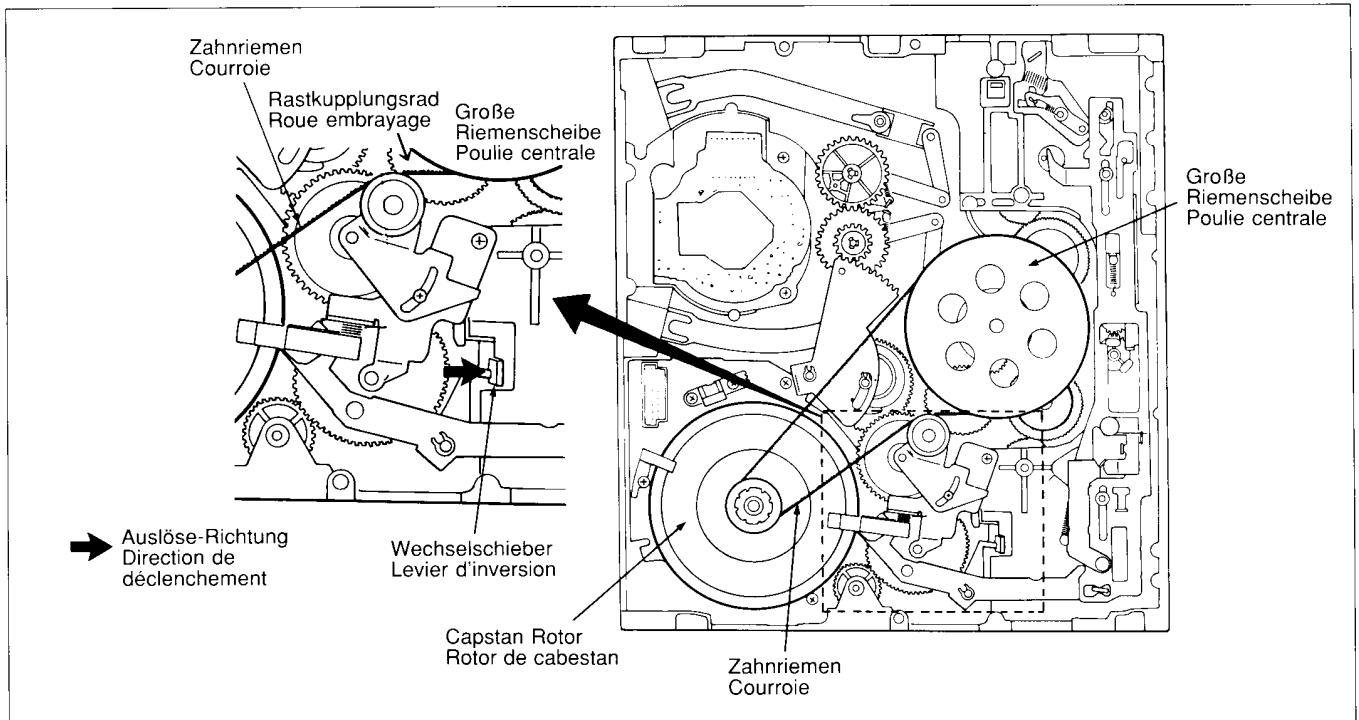

Fig. 11
2. Den Wechselschieber in Pfeilrichtung drücken und somit lösen. Fig. 11
2. Relâcher le levier d'inversion en le poussant dans le sens indiqué par la flèche. Fig. 11